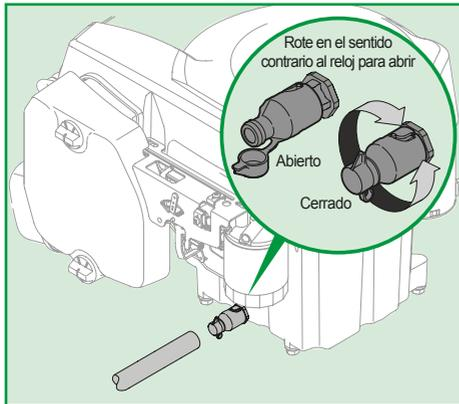
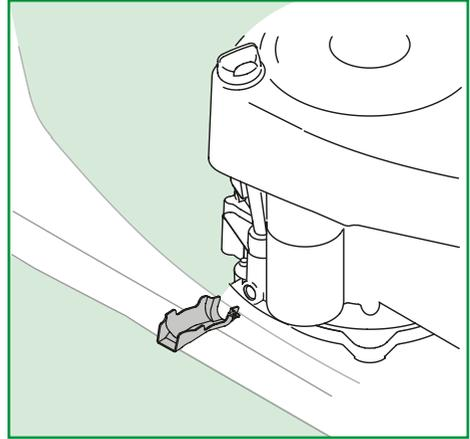

Figura 19-1
Figura 19-2
2. Encaje la parte con embudo de la canaleta en la salida del dren. Ver Figura 19-1 y Figura 19-2;